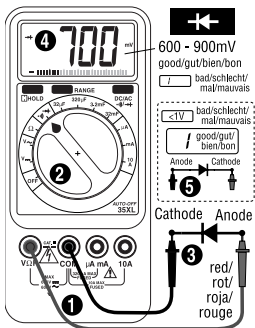

Fig. 4
## DIODE AND TRANSISTOR TEST (See Fig. 4)
The diode test measures the forward bias of a diode junction. ❶ Connect test leads as shown in figure 4. ❷ Select  $\rightarrow$   $\rightarrow$ . The DC/AC  $\rightarrow$   $\rightarrow$  button toggles between diode test and continuity test modes. ❸ Apply probe tip of red lead to the anode and of black lead to the cathode of the diode. ❹ The meter's display indicates the forward voltage drop (approximately 0.7V for silicon diode or 0.4V for germanium diode). An open diode is indicated by overload (OL). ❺ Reverse test lead connections to perform a reverse bias test. "OL" indicates a good diode.
## **D • Dioden- und Transistortest (siehe Fig. 4)**
## **F • Test de Diodes et de Transistors (Fig. 4)**
❶ Connectez les cordons comme indiqué en figure 4. ❷ Sélectionnez  $\cdot \rightarrow \rightarrow \rightarrow$ . Le bouton DC/AC  $\cdot \rightarrow \rightarrow \rightarrow$  choisit entre test de diodes et test de continuité. ❸ Connectez la pointe du cordon rouge à l'anode et l'autre à la cathode. ❹ L'afficheur indique la chute de tension en direction passante (approx. 0.7V pour diodes au silicone ou 0.4V pour germanium). Une diode ouverte est indiquée par OL (surcharge). ❺ Inversez les connexions pour un test en direction de bloquage. "OL" indique une bonne diode.